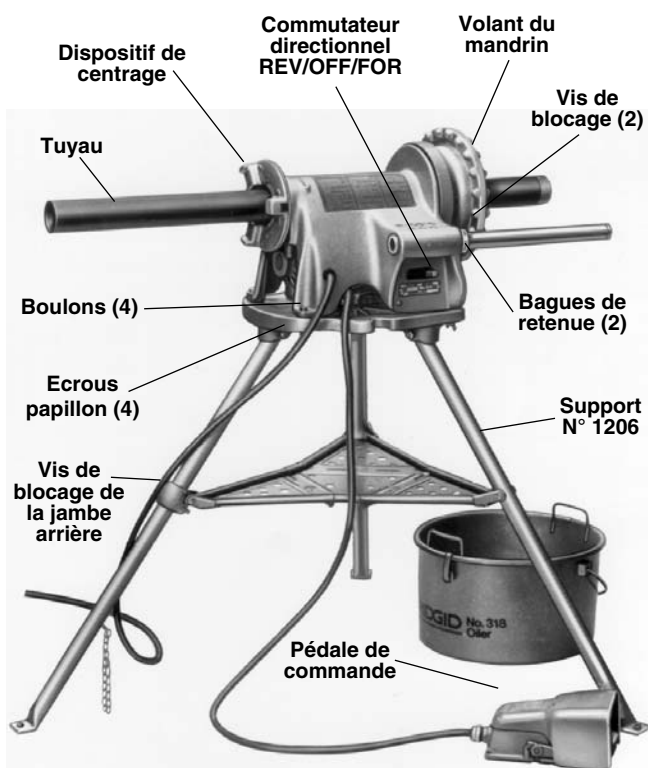

Figure 3 – Système d'entraînement N° 300 monté sur support N° 1206 avec dispositif de lubrification N° 418
- Repérez la vis de blocage du support de jambe de plateau qui se trouve sur la jambe arrière (Figure 3).
2. Montez le système d'entraînement sur le support à l'aide des boulons et écrous papillon prévus (Figure 3).
1. Assurez-vous que le système d'entraînement est débranché et que le commutateur directionnel est en position OFF (arrêt) (Figure 3).
4. Assurez-vous que la pédale de commande est en place et qu'elle est raccordée au système d'entraînement (Figure 3).
6. Si nécessaire, remplissez le système de lubrification N° 418 d'huile de coupe RIDGID Thread Cutting Oil. Positionnez le système de lubrification sous l'avant du système d'entraînement (*Figure 3*).